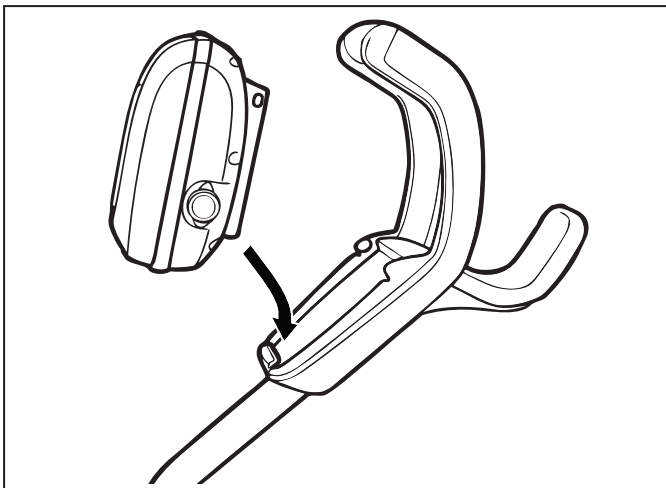

Figura 8. Alinee la caja de control con el gancho del carrito
1. Alinee la parte inferior de la caja de control con la muesca en la parte inferior del gancho de la caja de control en el carrito (Figura 8).